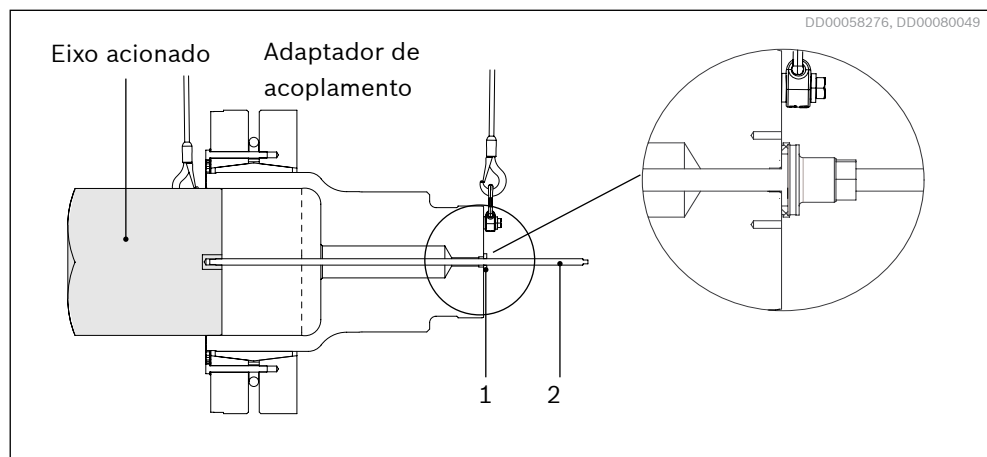

Fig. 41: Montagem do adaptador de acoplamento no eixo acionado com a ferramenta de montagem.
4. Passe a ferramenta de montagem pelo centro do adaptador de acoplamento e aparafuse-a no eixo acionado utilizando a chave quadrada na extremidade da ferramenta, consulte a *Fig. 41*